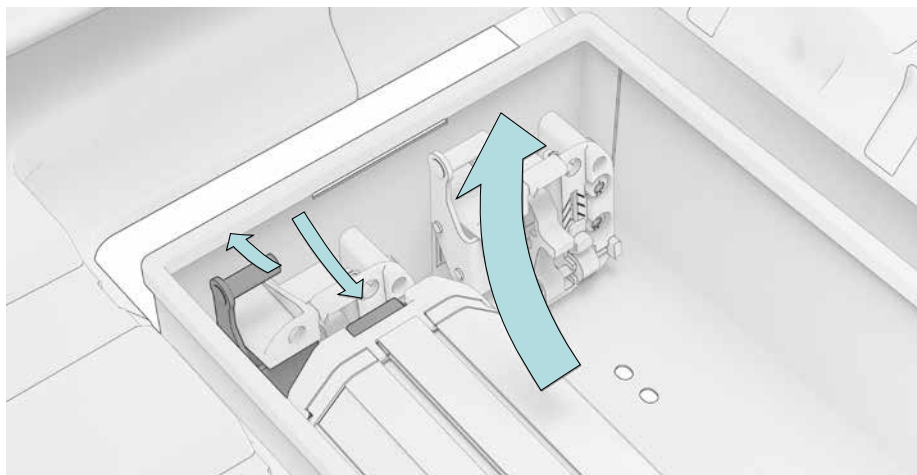

Fig. 13
3. Déverrouillez la batterie. Pour y arriver, tirez d'abord le levier de déverrouillage 1 en direction de la batterie et maintenez le levier dans cette position (fig. 13)